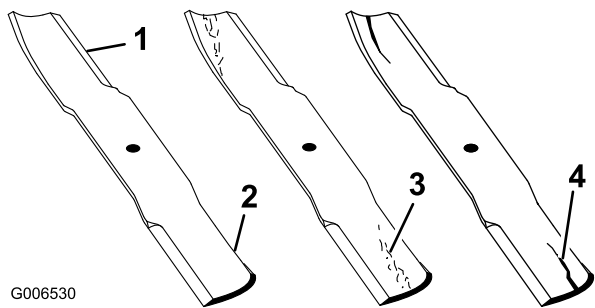

Figura 70
2. Controllate i taglienti (Figura 70). Se i taglienti non sono affilati o mostrano delle tacche, togliete le lame e affilatele. Vedere Affilatura delle lame (pagina 55).
3. Controllate le lame, in particolare l'area curva (Figura 70). In caso di danni, usura o scanalature nell'area (Figura 70), montate immediatamente una nuova lama.